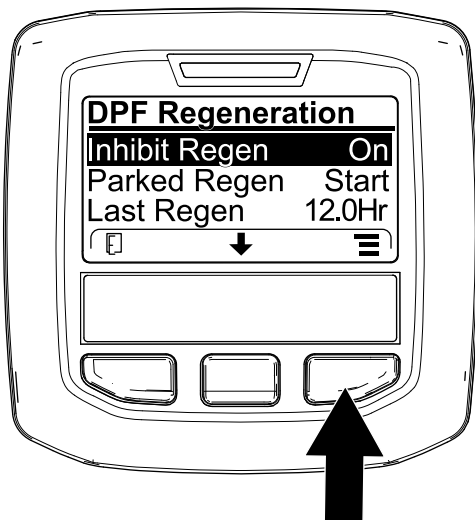
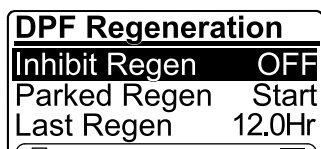

Figura 60
Figura 61
1. Accedete al menu DPF Regeneration, premete il pulsante centrale per scorrere il menu verso il basso fino all'opzione INHIBIT REGEN, quindi premete il pulsante destro per selezionare la voce Inhibit Regen (Figura 60).
2. Premete il pulsante destro per modificare l'impostazione dell'inibizione della rigenerazione da accensione a spegnimento (Figura 60) o da spegnimento ad accensione (Figura 61).